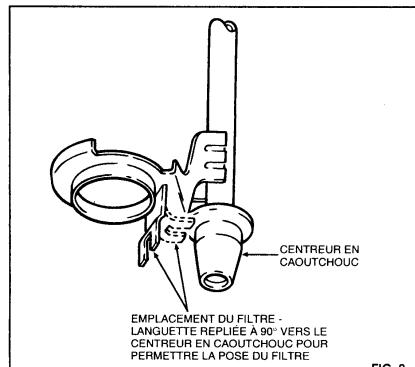

FIG. 2
- Repliez la languette d'orientation du filtre à 90° de manière à l'écartier. Il est impossible d'adapter le nouveau filtre si cette languette n'est pas repliée (figure 2).